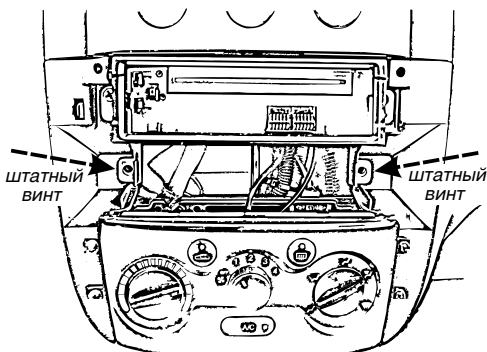

Рис. 4.12
2. Выкрутите штатные винты крепления перчаточного ящика, винты расположены в углублении по бокам от ящика, рис. 4.12.